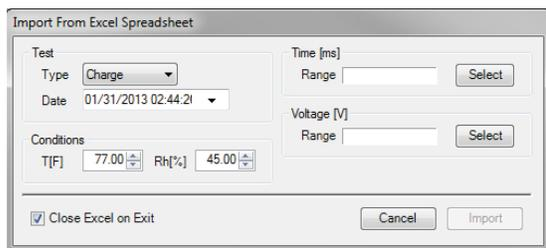

図 58: オートアナリシス・エクセル スプレッドシートのインポートウインドウ
3. ソースファイルとAutoanalysis import ウインドウ(図 58) を重ね合わせて開きます。Import From Excel Spreadsheet ウインドウはPGA-710Bプログラムによって分析するためにインポートされるデータの指定ができます。